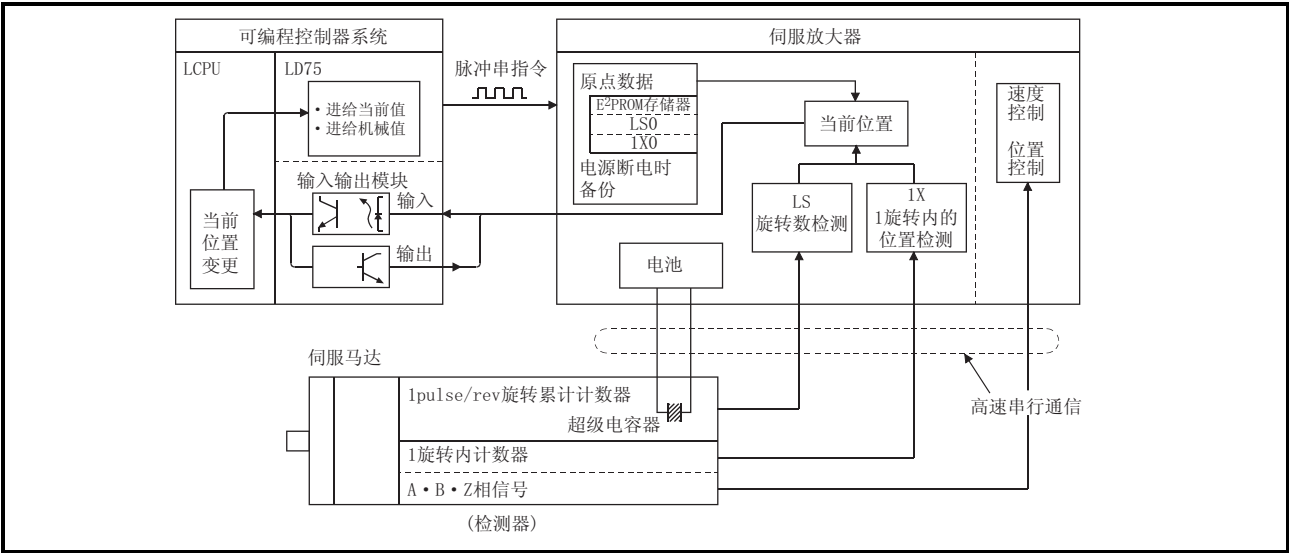

图 12. 34 系统块图
如图 12. 34 的系统块图所示, 检测器除通常运行时的位置控制用 A • B • Z 相信号以外, 还由用于检测 1 旋转内的位置的编码器及检测旋转量的旋转累计计数器所构成。
- (1) 伺服放大器与可编程控制器系统 (CPU 模块、LD75、输入输出模块) 之间的绝对位置信号传送步骤的概要如图 12. 36 所示。
- (2) 关于通信中的出错